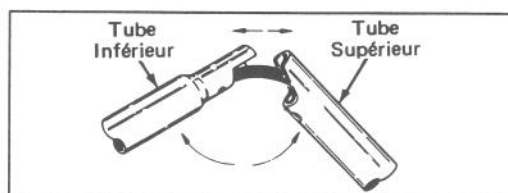

Figure 2
2. Faire pivoter les bouts des tubes jusqu'à ce qu'ils soient alignés (Fig. 2).